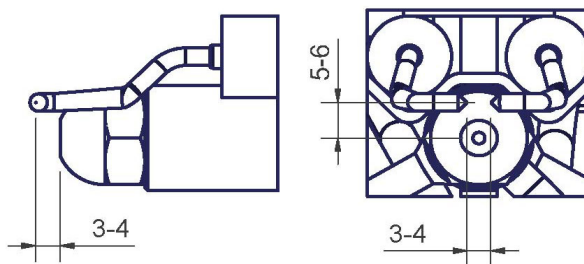

Рис. 36
- Проверить запальные электроды, почистить, отрегулировать и, при необходимости, заменить(см. Рис. 36).